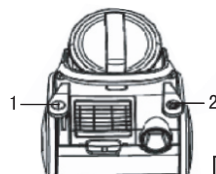

图15
1. 通过按动产品电源开关按钮(图15/1)让产品停止工作。
3. 按动收线按钮(图15/2)将电源线收入机体。